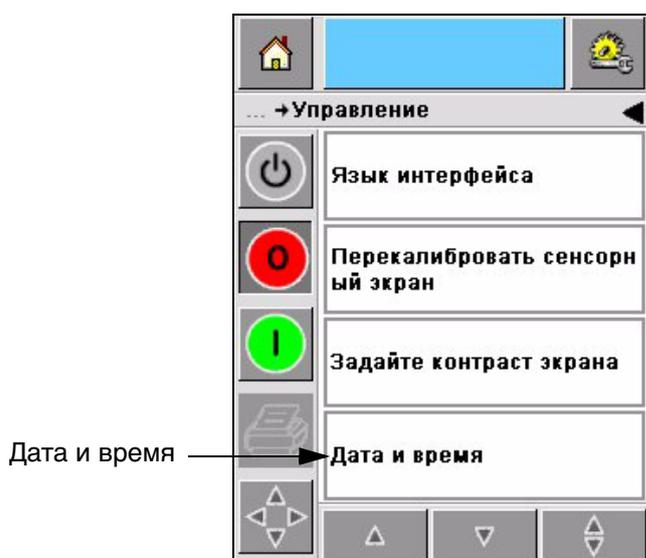

Рисунок 5-23: Экран управления
- 1 Перейдите к пункту *Сервис > Настройка > Управление* с Главного экране. Появится экран *Управление* (Рисунок 5-23).
- 2 Выберите *Дату и время* из списка (Рисунок 5-23).